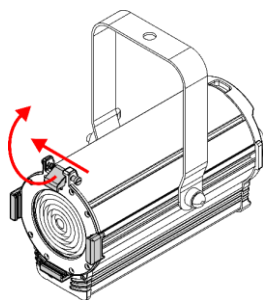

Fig. 13
- 01) Premere la **vite a molla (01)** e contemporaneamente sollevare il **fermo del portagelatina (02)** e ribaltarlo all'indietro (vedere la Fig. 13).